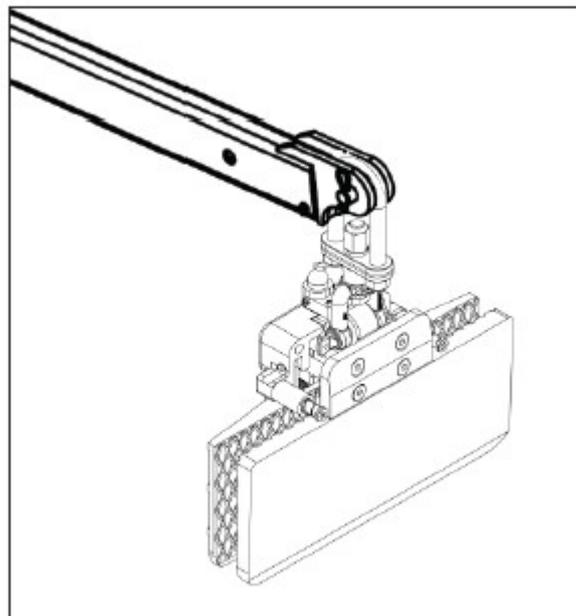

Abbildung 1.1
**Schritt 1:** Schließen Sie den Plattengreifer Kaiman 30 auto Keramos long an einen Gabelstaplerausleger oder Kranhaken an (Abbildung 1.1).